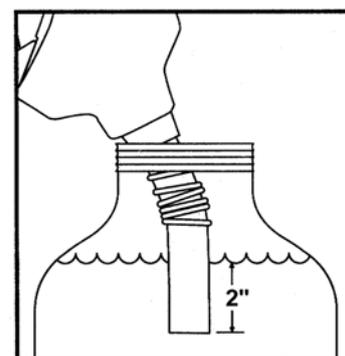

Bild 8
- Tülle der Zapfpistole in Testkanister eintauchen, wobei die Tülle von mindestens zwei Inch Benzin bedeckt ist (Bild 8). Spitze der Tülle nicht gegen Boden des Containers stellen.